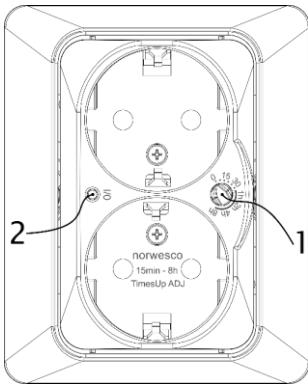

Bild 1
När installationen är klar skall ett funktionstest utföras enligt följande: När matningen fram till uttaget är spänningssatt, se till att timervredet, se pos. 1 bild 1 står i läge 0. Kontrollera att uttagen är spänningslösa. Ställ in timervredet på 15 min, tryck sedan in Till- och fråknappen (pos. 2 bild 1). Knappen skall nu lysa rött vilket indikerar att timer tiden aktiverats och att uttagen nu är spänningssatta. Kontrollera att uttagen är till.
1. är ett vred för att ställa timerns gångtid (pos. 1 bild 1).
2. är en till- och fråknapp (pos. 2 bild 1) som aktiverar uttagen vid vald gångtid, den är märkt I/O